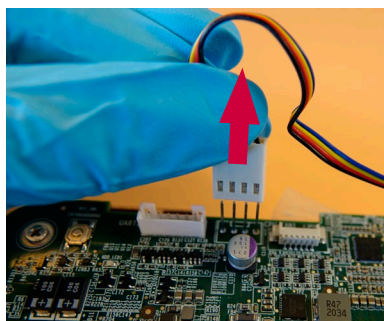

Figura 28 Scollegare il cavo della ventola
a) Scollegare il connettore della ventola (Figura 28)
g) Collegare il cavo della ventola (vedere Figura 12 e Figura 28)